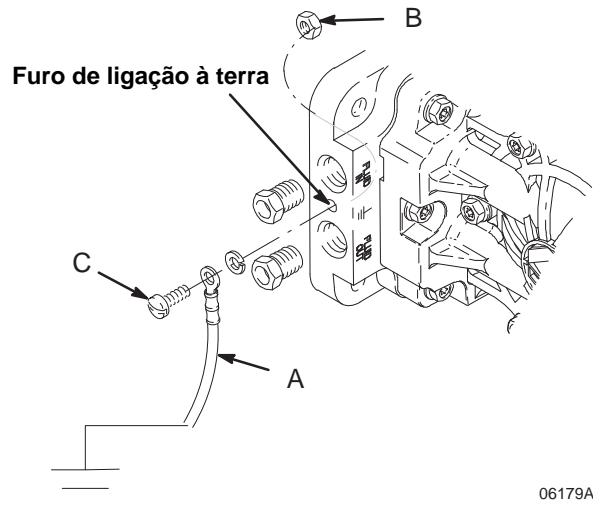

FIG. 1
As bombas de polipropileno e PVDF são **não** condutoras. Quando bombear líquidos inflamáveis condutores, ligue **sempre** à terra todo o sistema de líquidos assegurando que o líquido tem um caminho elétrico a uma ligação verdadeira à terra. Consulte FIG. 1. **Nunca** utilize bombas de polipropileno ou PVDF com produtos inflamáveis não condutores, conforme especificado pelas normas de segurança locais de proteção contra incêndios. Consulte o seu fornecedor de líquidos para determinar a condutibilidade ou resistividade do seu líquido.
**Bomba:** Ligue um fio de terra (A) e braçadeira, N.º de ref.ª 222011. Consulte FIG. 1. Os pontos de ligação à terra da bomba encontram-se na tubagem entre as portas de entrada e saída. Utilize a porca (B) e o parafuso (C) fornecidos com a bomba e instale da seguinte forma: